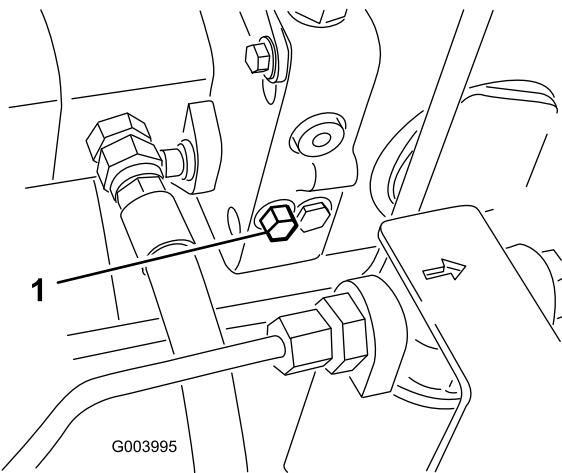

図 27
1. ハイドロスタッフの左側にあるバイパスバルブを探し出す図 27。